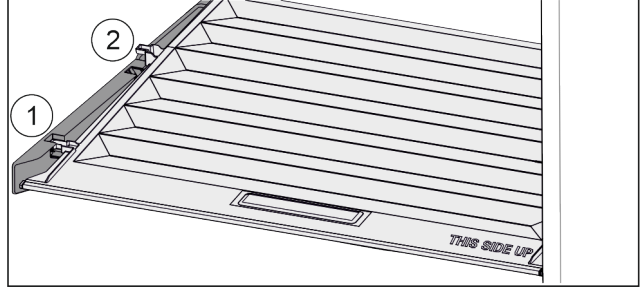

Fig. 138
- Kapağı tutma parçalarındaki girişle kadar öne çekin Fig. 138 (1)
- Arkada alttan kaldırın ve yukarı doğru alarak çıkarın Fig. 138 (2).